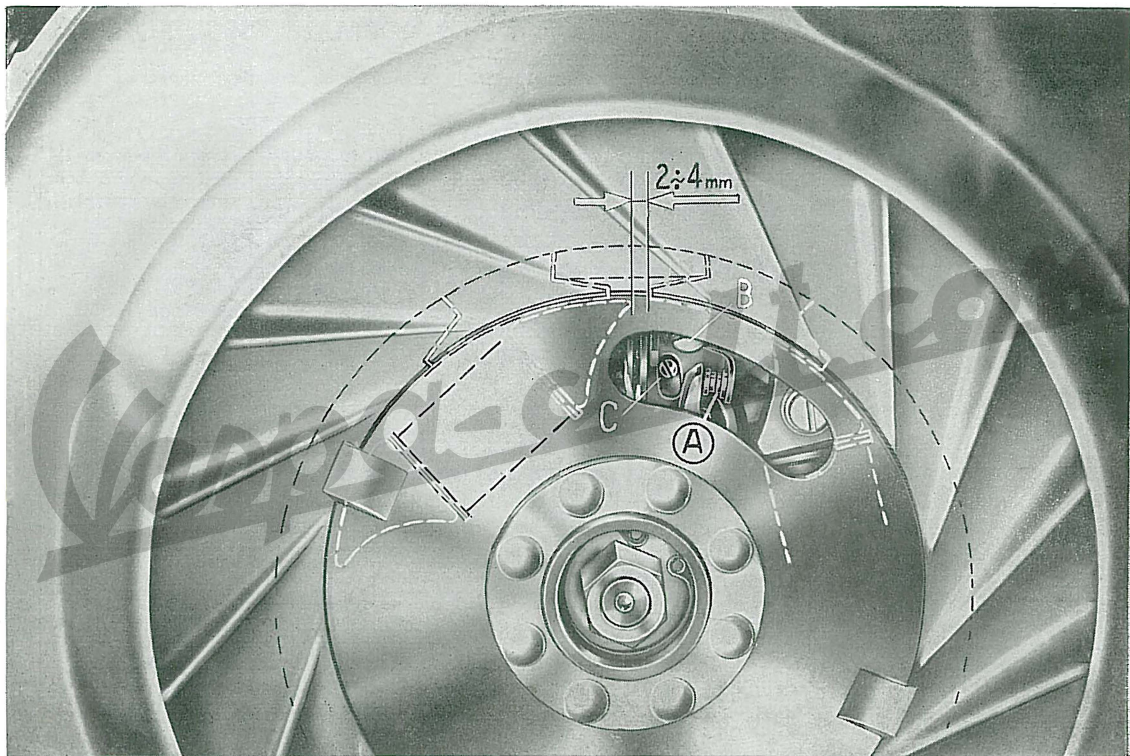

Fig. 16 - Operazioni per il controllo della «fasatura magnetica» del volano.
| <p>VERIFICA E MESSA A PUNTO FASATURA MAGNETICA DEL VOLANO</p> | <ol style="list-style-type: none"> 1) Porre il cambio in «folle»; togliere il tappo in gomma applicato sull'asola del rotore del volano e ruotare a mano il rotore fino a scoprire, attraverso l'asola, il gruppo ruttore (fig. 16). 2) L'inizio del distacco delle puntine «A» deve avvenire nella posizione di figura, quando l'estremità della bobina indicata in figura dista di $2 \div 4$ mm. dall'estremità dell'espansione polare corrispondente. 3) Ruotando ancora a mano il rotore, la apertura max delle puntine « A » deve essere compresa fra 0,3 ÷ 0,5 mm. 4) Se non si verifica quanto indicato ai punti 2) - 3), allentare la vite « B » ed agire sull'eccentrico « C » fino a soddisfare le suddette condizioni. | <p>Per non alterare la fasatura meccanica del motore (anticipo all'accensione) non smontare il supporto bobine né allentare i fissaggi interni al carter.</p> <p>Ricordarsi di ribloccare la vite « B », ad operazioni effettuate.</p> |
- 3) - Pulire, e se necessario registrare, le puntine platinato del ruttore (fig. 16). Per evitare inconvenienti o irregolarità all'accensione, si consiglia **far eseguire questa operazione dalle Stazioni di Servizio.**